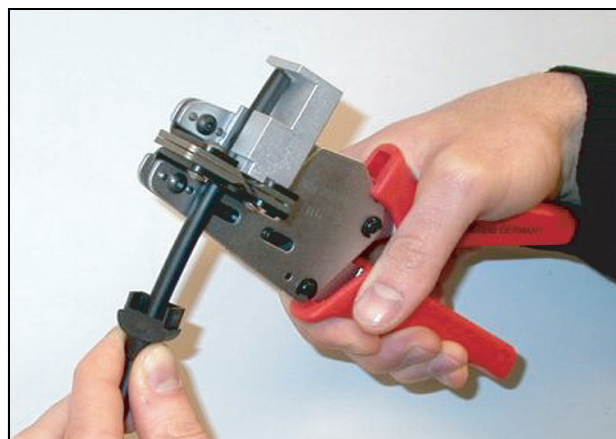

Abb. 29.7: Abisolieren des Kabels
- 5 Ziehen Sie mit dem Abisolierwerkzeug (Werkzeug 5) die Hülle des Kabels ab, indem Sie das Kabel bis an den Anschlag drücken (siehe Abb. 29.7).